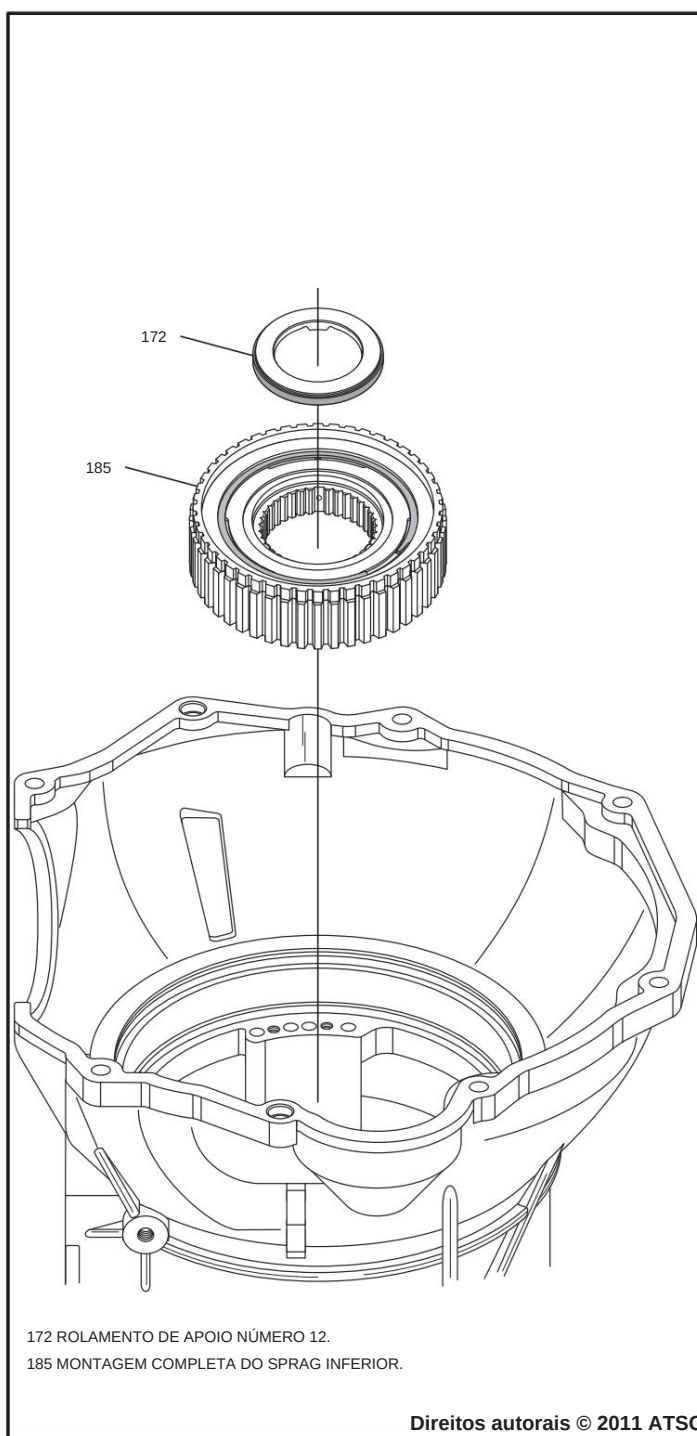

Figura 53
41. Remova o mancal de encosto número 12, conforme mostrado na Figura 53.
42. Remova o conjunto do suporte inferior, conforme mostrado na Figura 53, e reserve para a reconstrução do componente seção.